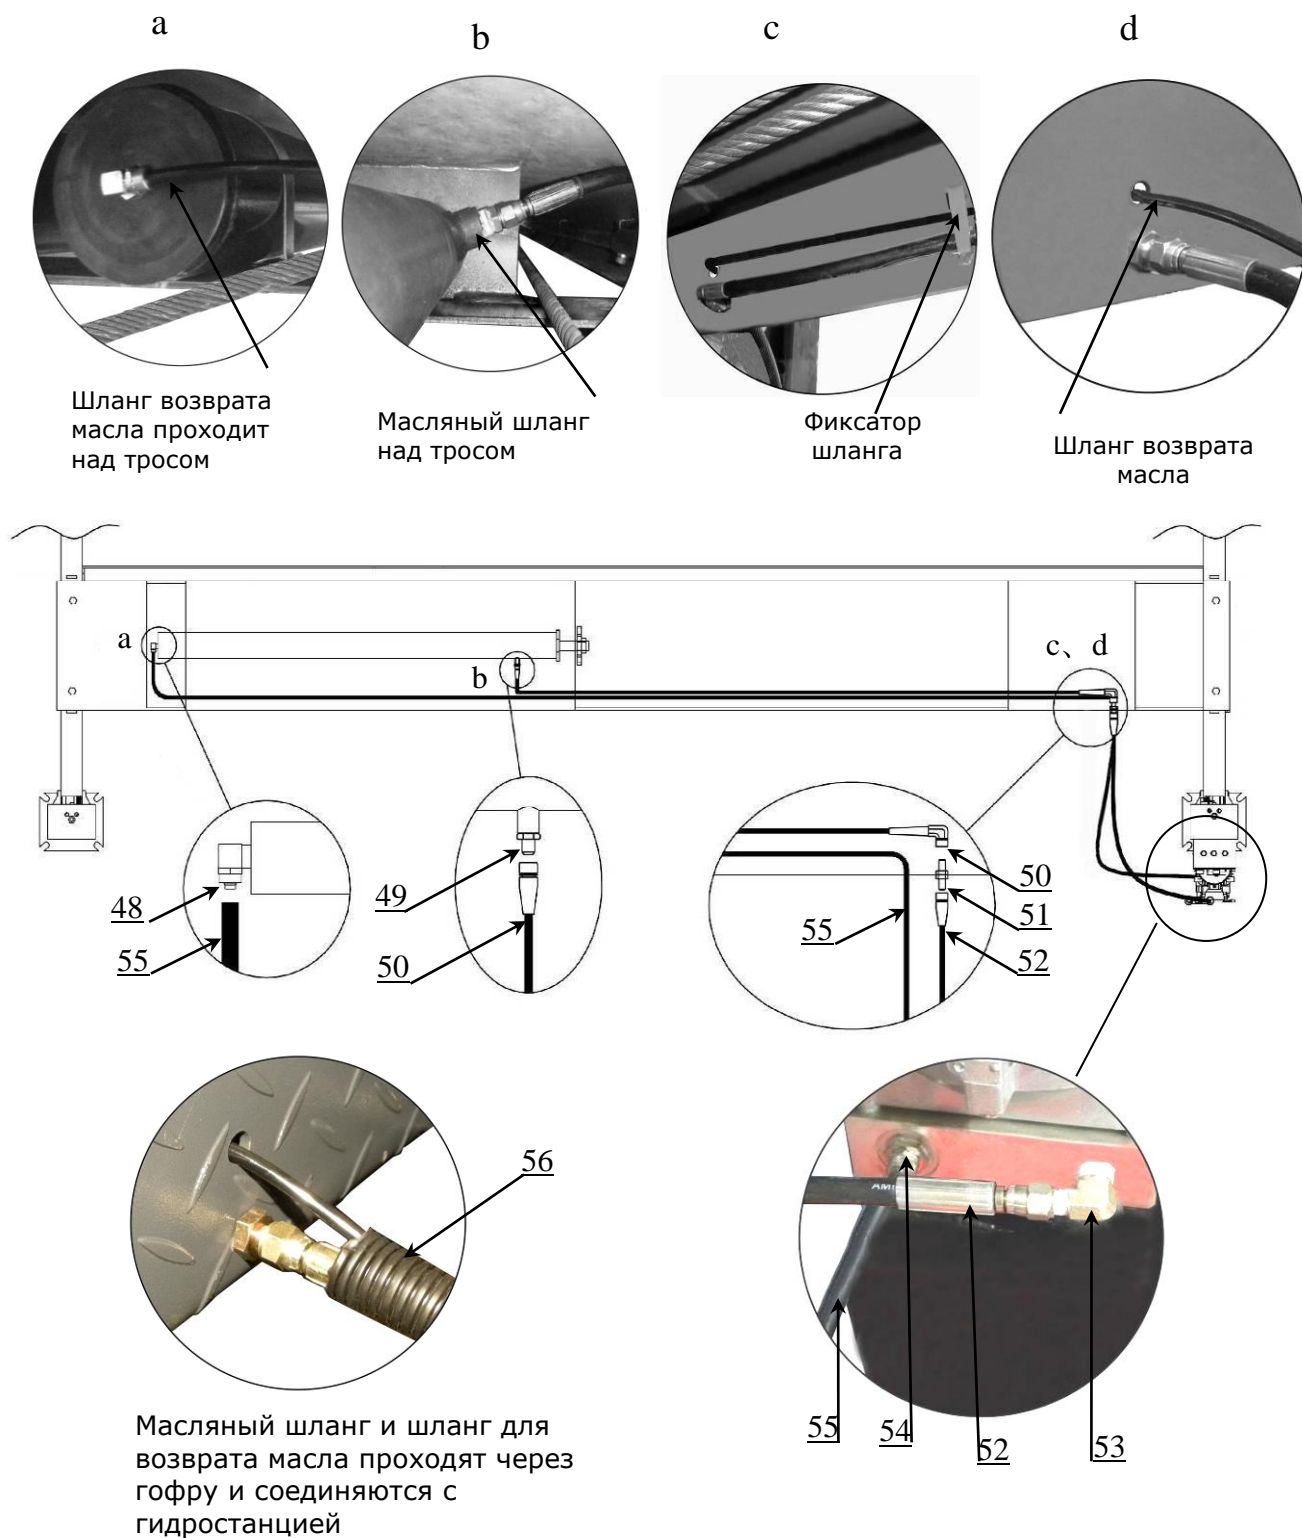

Рис. 25
1. Для гидростанции установленной на колонне поперечины **А** (См. Рис. 25)